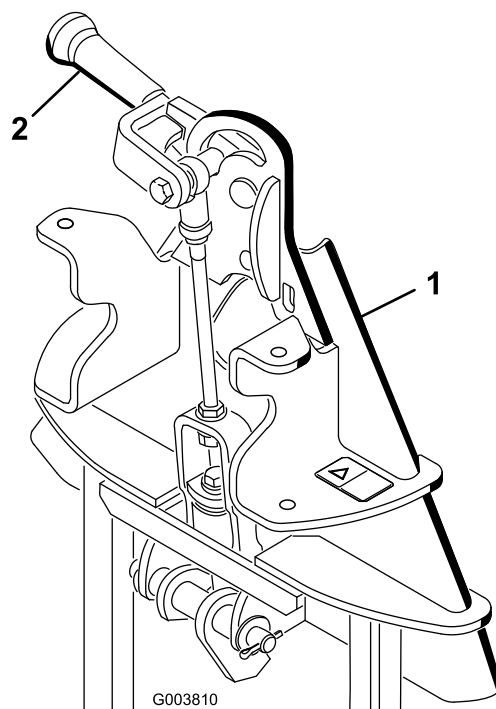

Figura 3
**Nota:** Asegúrese de que la palanca de bloqueo (Figura 3) está girada a la izquierda (posición desbloqueada), vista desde detrás de la máquina.